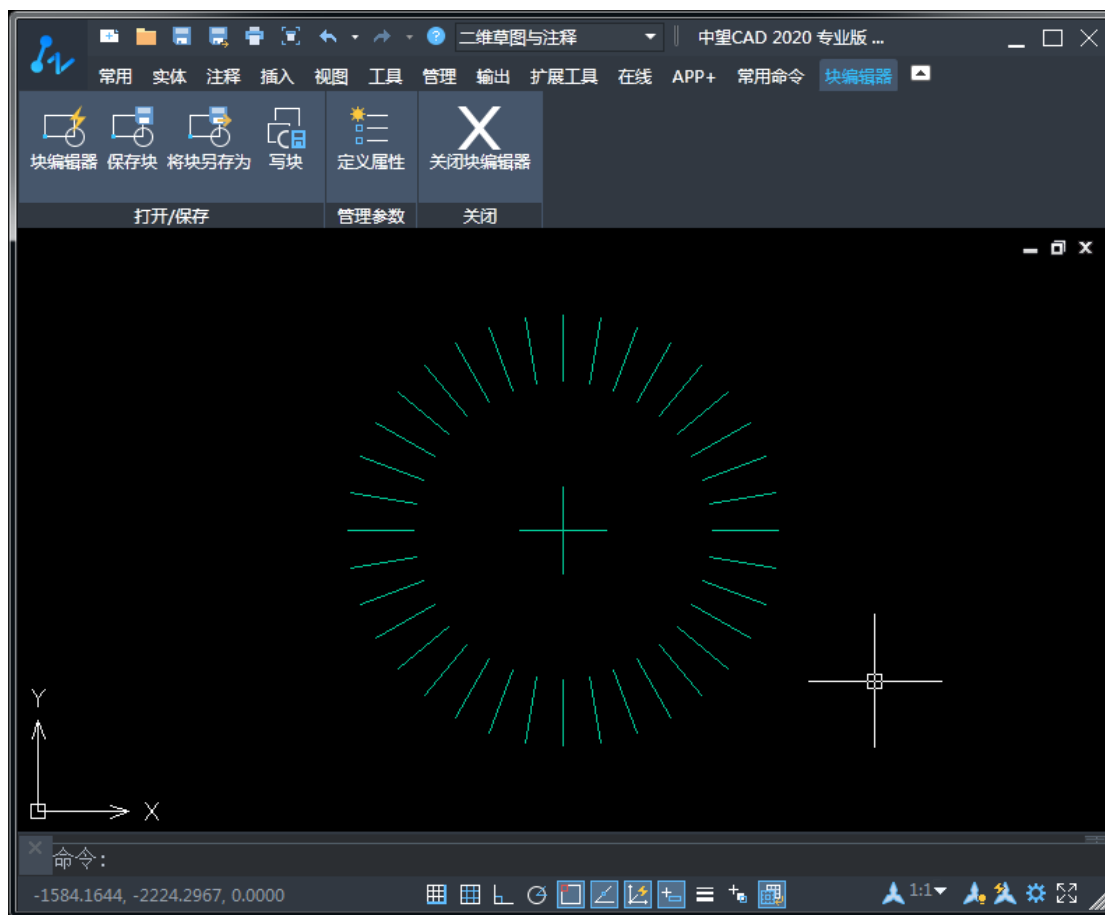

图 9-13 启动块编辑对话框
2) 点解【确定】按钮，则关闭“块编辑”对话框，进入一个独立的块编辑器区域，如图 9-13 所示。在此区域中，用户可以添加或删除对象等，编辑结束后再进行“保存块”、“将块另存块”等操作。